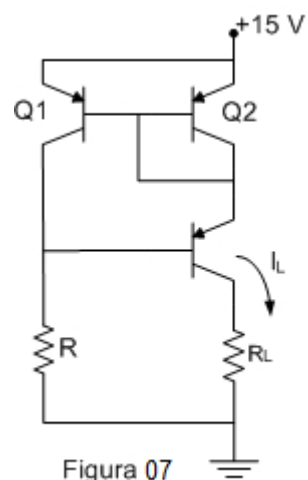

Figura 07
08. No circuito da figura 07, a tensão entre o emissor e a base de todos os transistores em condução é de 0,7 V e “Q1” e “Q2” são idênticos. O valor mais adequado para R para que a corrente  $I_L$  seja de 2 mA é de